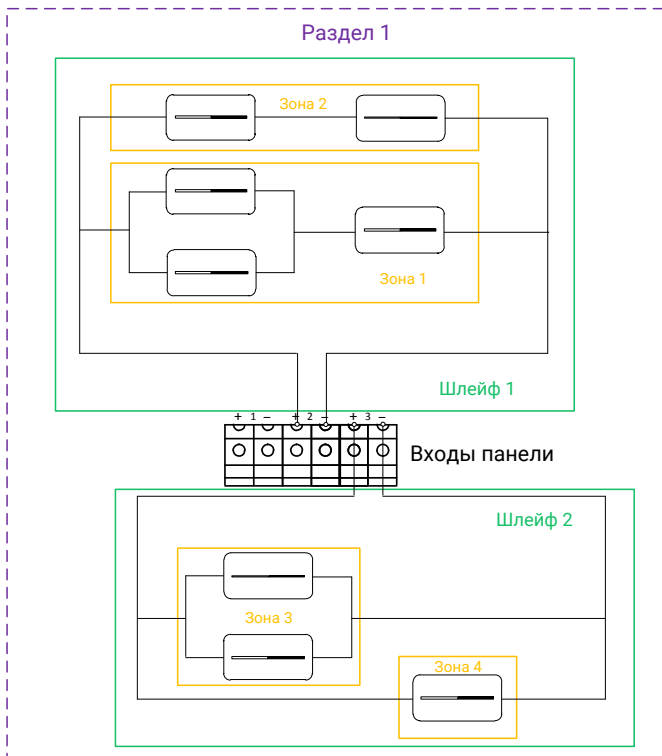

Рисунок 3. Пример формирования зон, шлейфов и разделов
- **Шлейф** - линия связи (провод), при помощи которой датчики подключаются к охранной панели. Шлейф может содержать одну и более зон (см. рис. 3).